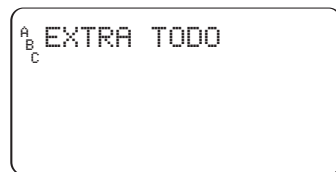

Ilustración 17:
3. Pulse el botón **SIGUIENTE** hasta que aparezca en la pantalla “A B C Extra TODO” [Ilustración 17]